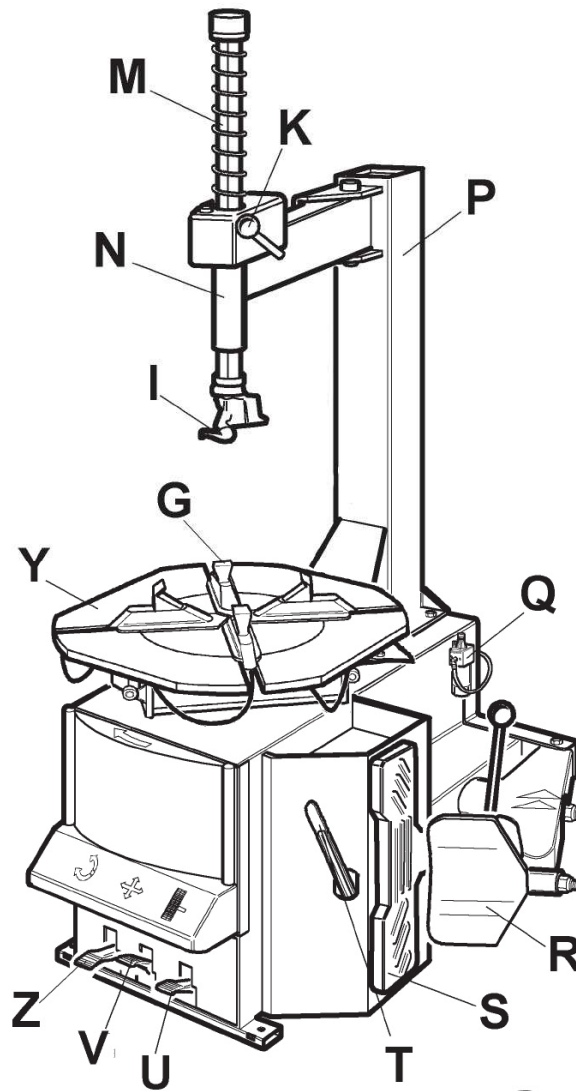

Рис. 1
**Check that the equipment is in perfect condition, making sure that no parts are damaged or missing. Use fig. 1 for reference.**
**Убедитесь в целостности оборудования. Проконтролируйте, что детали не повреждены и имеются в наличии. Используйте для сверки Рис. 1.**